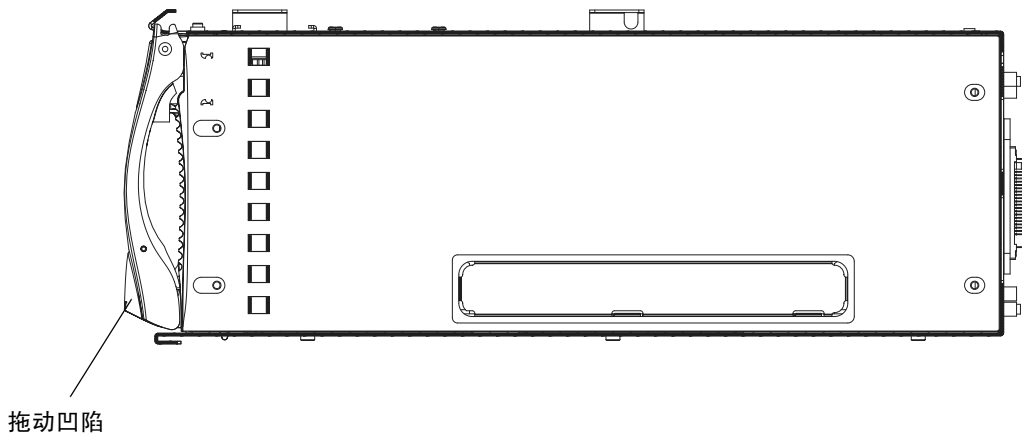

图 4-4 刀片锁定装置
2. 如果需要，请将手指插入位于刀片弹出杆下部的拖动凹陷中，朝前并向上拉动弹出杆，解除弹出杆的锁定，从而松开刀片（图 4-4）。